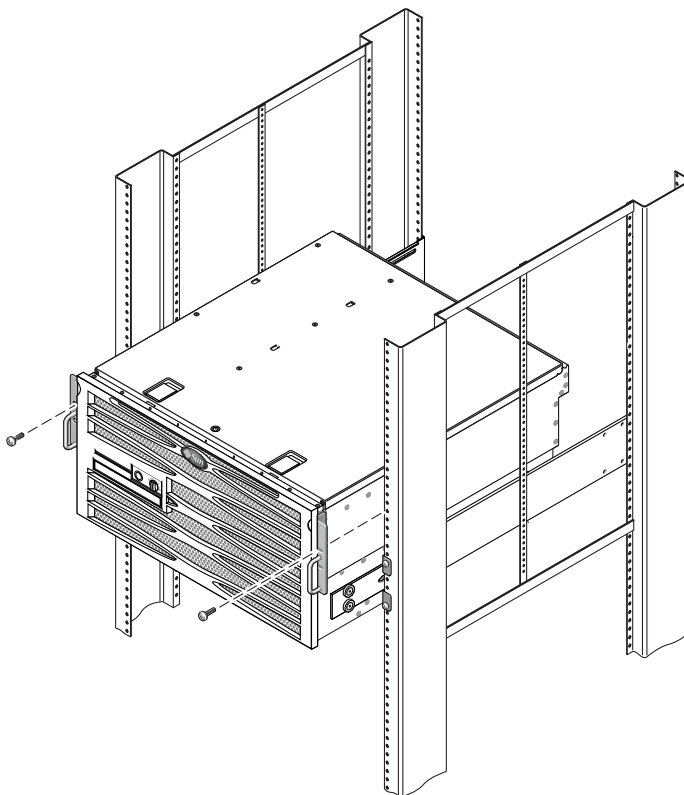

图 3-14 将系统前端固定到机架上
15. 在机架两侧各用一颗螺丝，将安装到服务器两侧的固定式装配托架的前端固定到机架前端（图 3-14）。